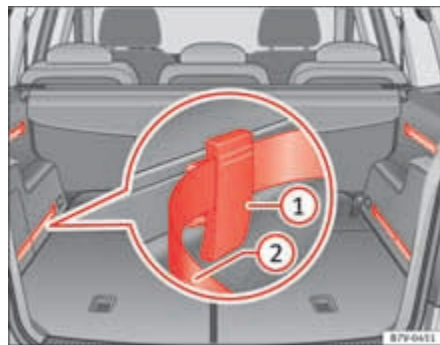

Fig. 102 En el maletero: Sistema con raíles, elementos de fijación ajustables (1) y cinturón tensor ajustable (2).
- Coloque un elemento de fijación con las roderas hacia arriba ⇒ fig. 102 (1) en la parte superior de la guía y presione hacia abajo.